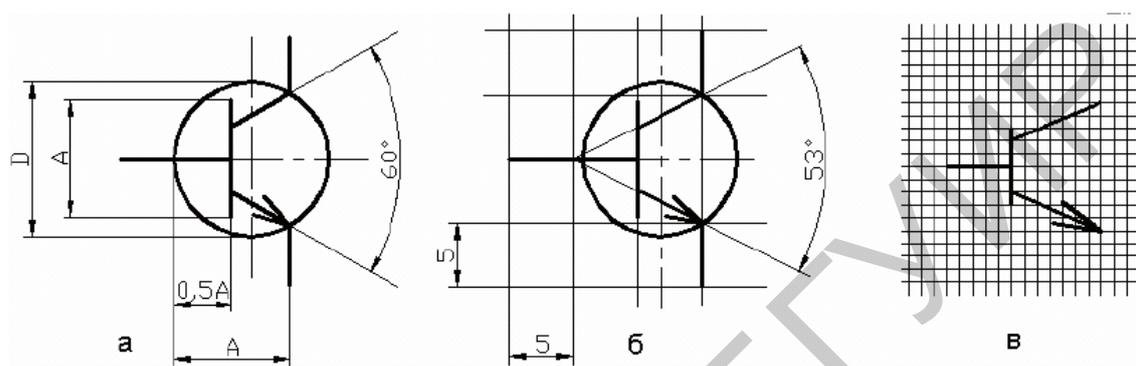

Рис. 11. Пример УГО биполярного транзистора
4. Вычертить в окне графического редактирования УГО NPN-транзистора (рис. 11, а).
Рассмотрим особенности формирования схемного символа на примере биполярного транзистора. В соответствии с ГОСТ 2.730–73 УГО биполярного транзистора формируется геометрическим построением. В круге диаметром 12 или 14 мм под углом 60° друг к другу и симметрично относительно диаметра строятся два луча. Размер A между исходной точкой лучей и точкой их пересечения с окружностью составляет 9 или 11 мм и определяет все остальные размеры УГО. Линия базы транзистора строится на расстоянии $0,5 A$ от исходной точки лучей и имеет длину, также равную A (см. рис. 11, а).
Представляется рациональным решение, изображенное на рис. 11, б. Линии УГО проводятся через узлы 5-миллиметровой сетки, штрихи
электрических контактов также имеют длину 5 или 10 мм, а окружность, изображающая корпус транзистора (ее изображение, по ГОСТ 2.730–73, с изменением ИУС №6 от 1989 г., не обязательно), смещена вправо так, что ее контур проходит через точки окончания линий эмиттера и коллектора. Угол раствора коллектора и эмиттера составляет при этом 53° . На глаз различия изображений рис. 11, а и б совершенно незаметны.